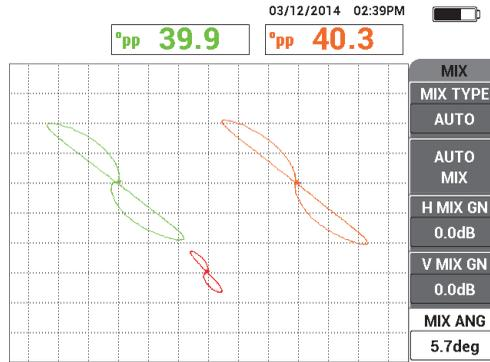

Figura 5-147 Ajuste el ángulo combinado (MIX)
- c) Ajuste el ángulo combinado (**MIX**) —en la página **MIX** del menú **MAIN FILTER**— para obtener un valor de 40,0 grados o cerca de este valor. Vea la Figura 5-147 en la página 250.